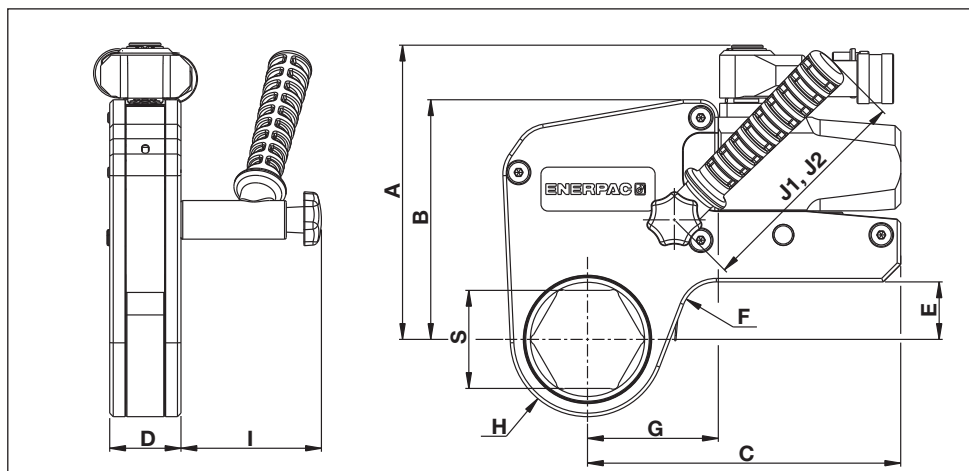

Fig. 22
6.1 Capacidades, dimensões e dados adicionais do produto (fig. 22)
6.2.1 Tabela do sistema métrico - cassetes das séries W2000X, W4000X e W8000X (veja fig. 22 para pontos de dimensões S, H e G)